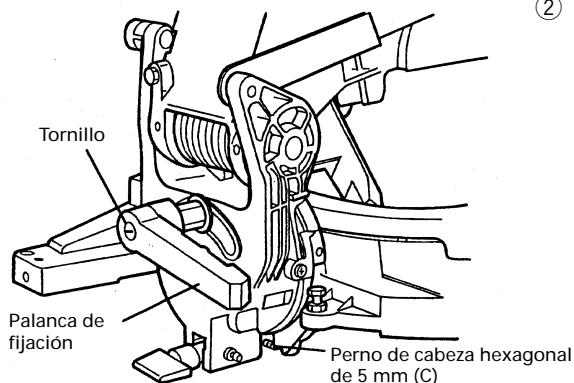

Fig. 7
- ② Coloque la palanca de fijación en el collar del mango, y luego apriete el tornillo de la manera indicada en la fig.7.
Antes de expedirse de fábrica, la herramienta eléctrica ha sido ajustada para cortes en bisel con ángulos de 0°, hacia la derecha, 45° hacia la izquierda, y un corte en bisel con un ángulo de 45° hacia la derecha con un perno de 6 mm (A), un perno de 6 mm (B), y un perno de cabeza hueca hexagonal de 5 mm (C) (véase Fig. 7).
Para cambiar el ajuste, gire el perno de 6 mm (A), el perno de 6 mm (B) o el perno de cabeza hueca hexagonal de 5 mm (C) (véase Fig. 7) y cambie su altura.